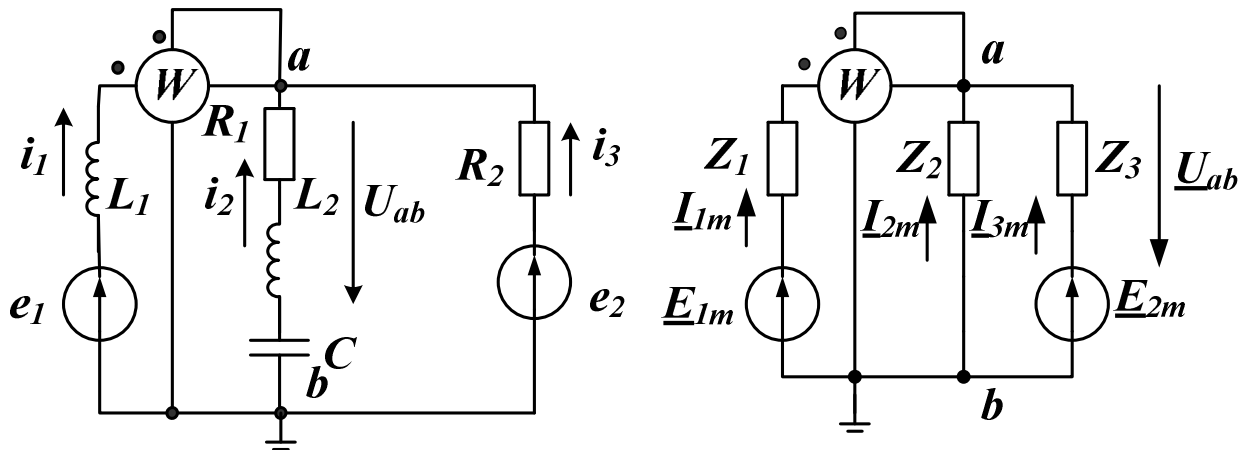
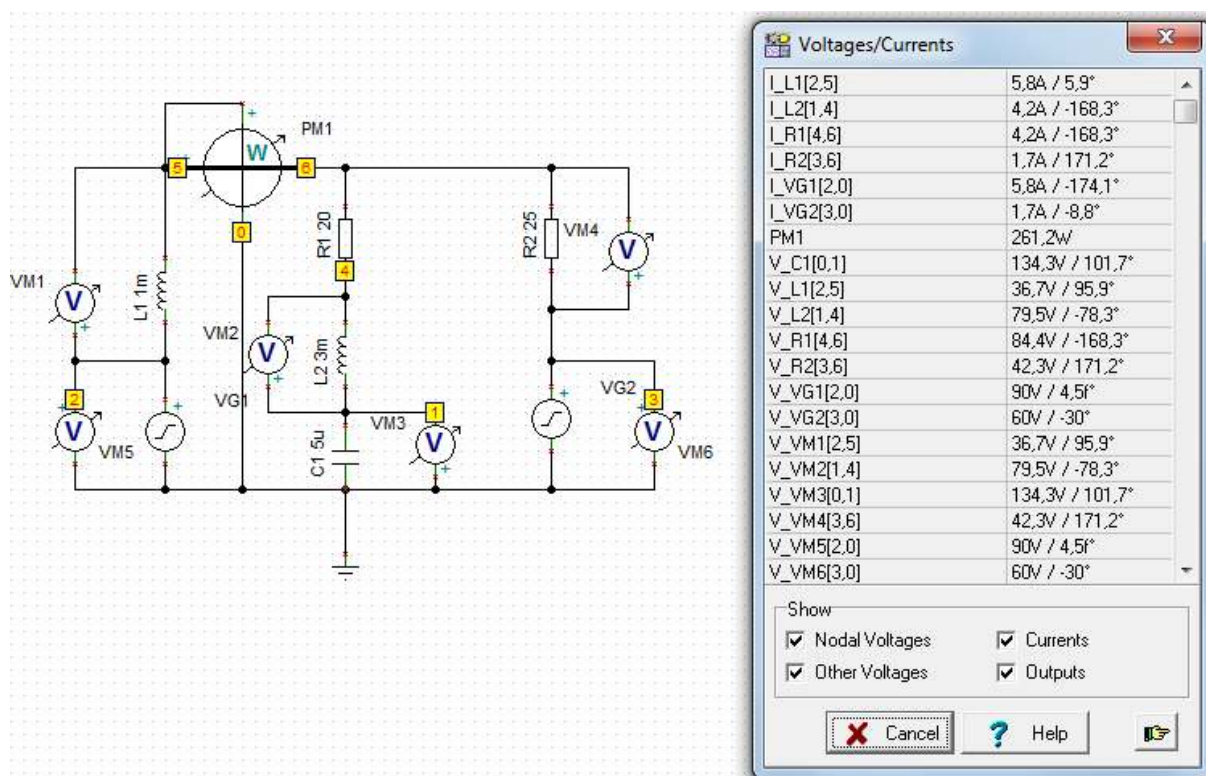

Рис. 2.2. Схема исходной цепи с двумя узлами и схема замещения
Рис. 2.13. Компьютерная модель схемы с таблицей результатов
Метод узловых напряжений целесообразно применять, когда число независимых узлов меньше числа независимых контуров. Так в схеме рис.2.2 всего два узла. Один узел b можно заземлить.
1. Рассчитать схему рис.2.2 методом двух узлов. Параметры схемы: $e_1(t) = 90 \sin 6280t \text{ В}$, $e_2(t) = 60 \sin(6280t - 30^\circ) \text{ В}$, $L_1 = 1 \text{ мГн}$, $L_2 = 3 \text{ мГн}$, $C = 5 \text{ мкФ}$, $R_1 = 20 \text{ Ом}$, $R_2 = 25 \text{ Ом}$. Определить токи в ветвях, напряжения на элементах. Рассчитать комплексную мощность в цепи ваттметра. Построить векторную диаграмму напряжений.
1. Собрать модель схемы (рис. 2.13). Провести моделирование и получить таблицу результатов. Подключить ко всем элементам схемы рис.2.13 вольтметры. Входные клеммы вольтметров со знаком + должны быть ориентированы так, чтобы токи по схеме рис.2.2 входили в клеммы +.
В листинге программы использованы исходные данные схемы рис. 2.13. При отсутствии индуктивности или резистора в ветви в исходных данных устанавливаются нулевые значения. При отсутствии емкости в ветви в исходных данных надо установить очень большое значение емкости $C=10^6$ Ф.
Сравните результаты расчета токов в листинге с результатами моделирования (рис.2.13) и убедитесь, что они совпадают.